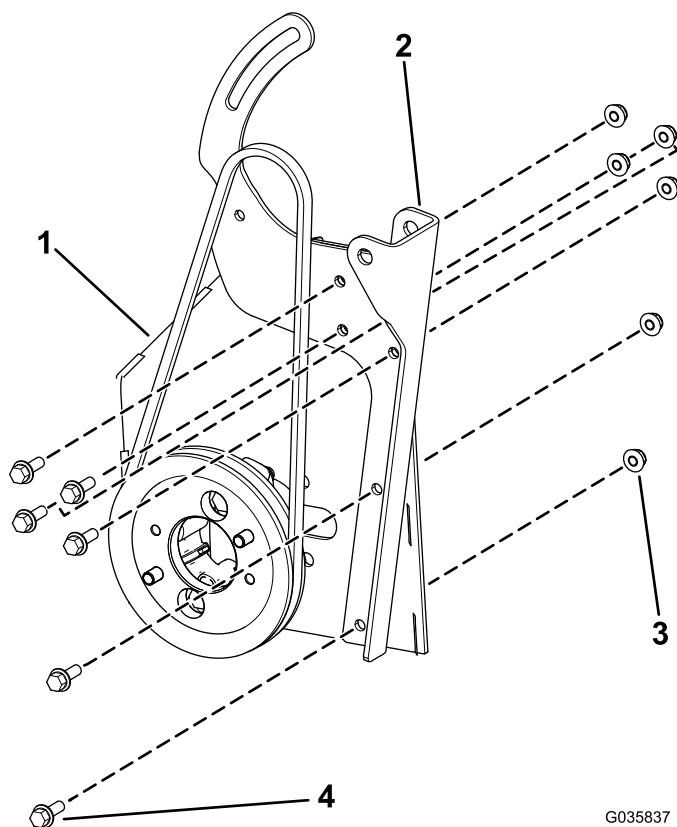

図 10
2. オルタネータ用ブラケットを油圧ポンプ用ブラケットに固定する六角ヘッドフランジねじ1/4 x 3/4 インチ6本とフランジナット1/4 インチ6個を使用し、【図 10】のように取り付ける。